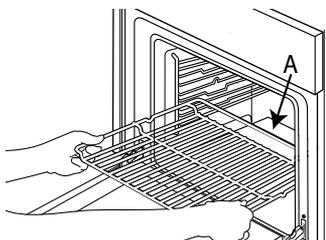

Abb. 1
1. Den Rost horizontal, mit dem aufsteigenden Teil „A“ nach oben einsetzen (Abb. 1).